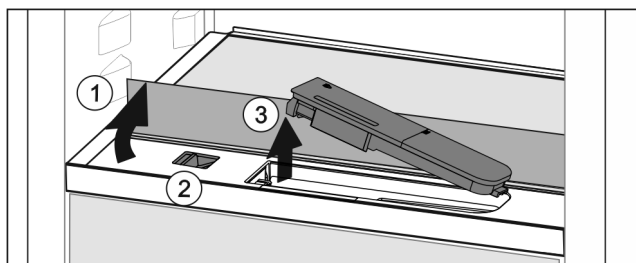

Fig. 150
- ▶ Løft glaspladen og klap den bagud til anslag Fig. 150 (1).
- ▶ Skyd skyderen Fig. 150 (2) mod venstre.
- ▶ Tag vandbeholderen Fig. 150 (3) ud.